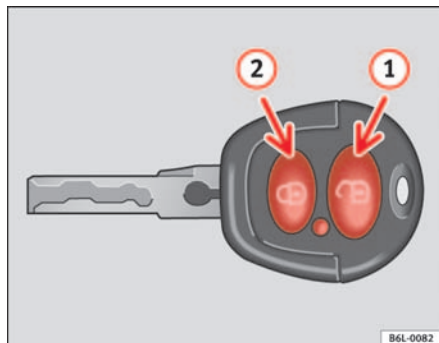
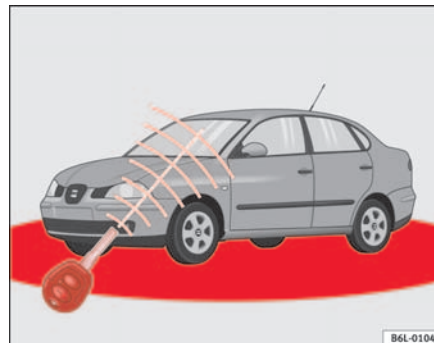

Fig. 47 Teclas de la llave con mando a distancia
Fig. 48 Radio de acción del mando a distancia por radiofrecuencia
La zona de efectividad (zonas rojas) ⇒ fig. 48 del mando a distancia se muestra en la figura. El alcance máximo depende de diversas circunstancias.
Para **abrir**, dirija la llave dentro de la zona de efectividad, hacia el vehículo y pulse brevemente la tecla de apertura  ⇒ fig. 47 . Los intermitentes ►
parpadean dos veces. Para **cerrar** el vehículo, pulse brevemente la tecla de cierre  ⇒ **fig. 47 ②**. Los intermitentes parpadean una vez.
Pulse **dos veces** la tecla de cierre  ⇒ **página 82, fig. 47 ②** se desactiva el sistema de seguridad del cierre (doble cierre) y la alarma volumétrica*, permaneciendo activada la alarma perimétrica*, el testigo sigue encendido.
Pulsando una vez la tecla  ⇒ **página 82, fig. 47 ①**, se abrirá sólo la puerta del conductor, permaneciendo el resto cerradas.
Pulsando dos veces la tecla  ⇒ **página 82, fig. 47 ①**, se desbloquearán todas las puertas.
- El mando a distancia por radiofrecuencia funciona únicamente dentro de su radio de acción ⇒ **página 82, fig. 48** (zona roja).
- Si se desbloquea el vehículo con la tecla  ① y no se abre ninguna puerta ni el portón trasero antes de que transcurran 30 segundos, volverá a bloquearse automáticamente. Esta función impide que el vehículo permanezca desbloqueado involuntariamente durante un periodo de tiempo prolongado.
⇒ página 82, fig. 47 ⇒ página 82, fig. 48.